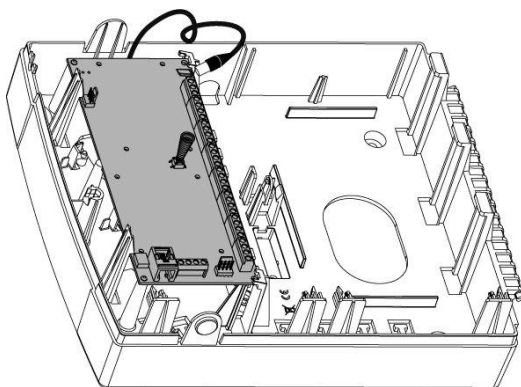

Figura 2-4 Posizionamento della scheda principale
2. Agganciare la scheda principale ai suoi quattro punti di fissaggio all'interno del contenitore, come riportato in Figura 2-4